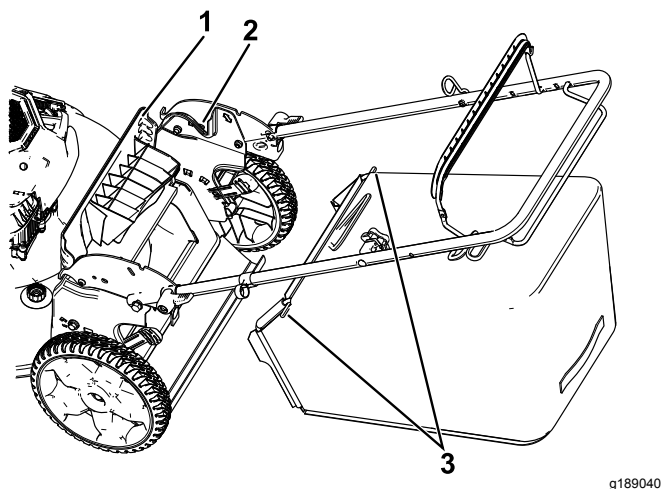

図 17
1. 後部デフレクタを上を開いてその位置に保持する **図 17**。
2. 集草バッグを取り付ける。バッグについているピンがハンドルのノッチに掛かったことを確認する **図 17**。